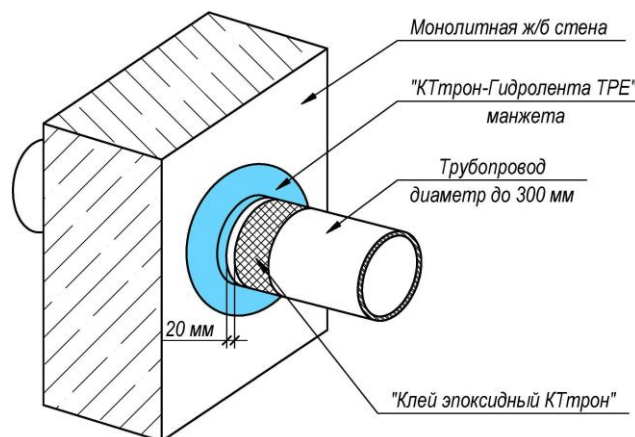

Рис. 2
- Нанести материал **Клей эпоксидный КТтрон-ТЭД-2** на трубу на расстоянии 20 мм от выступающей части манжеты на трубе (Рис. 2).